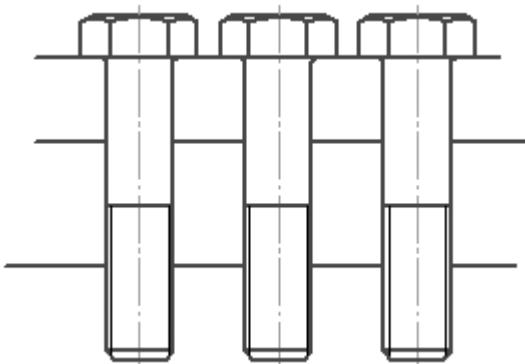

Рис. 2.38. Изображение после удаления лишних кривых
2. По очереди щелкайте кнопкой мыши на тех участках кривой, которые должны быть удалены с чертежа. В результате у вас должно получиться что-то похожее на рис. 2.38. Если вы удалили не тот участок, то можете отменить удаление, выполнив команду Редактор > Отменить или нажав сочетание клавиш **Ctrl+Z**.